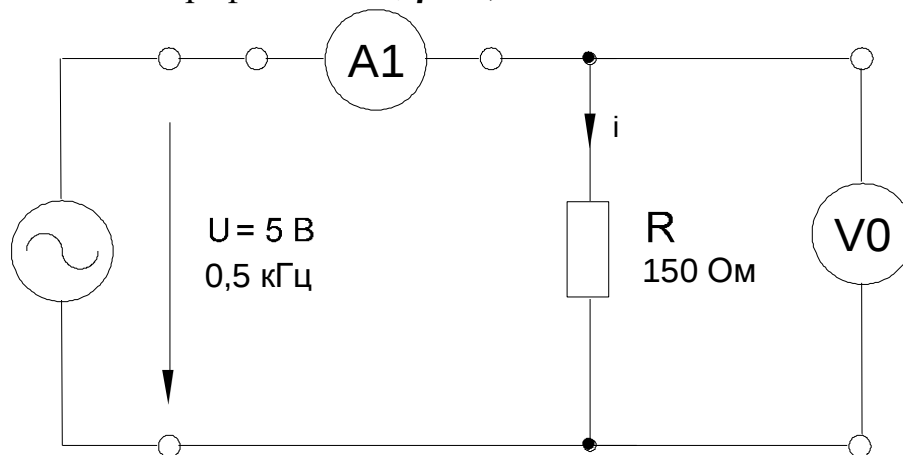

Рисунок 2.5 – Схема соединения цепи
- Собрать цепь согласно схеме (рисунок 2.5), подключить источник синусоидального напряжения и установить следующее напряжение с помощью осциллографа: $U = 5 \text{ В}$, $f = 0,5 \text{ кГц}$.